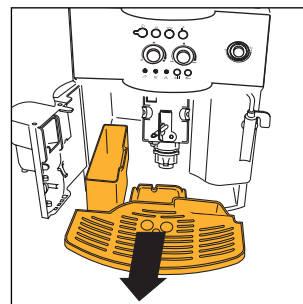

Fig. 16
BEMÆRK 7: maskinen tæller det antal kopper kaffe, der bliver brygget. Kontrollampen 📊 tændes efter hver 14. enkelt kop kaffe (eller 7. dobbelt kop kaffe), for at vise at kaffegrumsbeholderen er fuld og skal tømmes og renses. Så længe rensning af kaffegrumsbeholderen ikke foretages, bliver kontrollampen ved med at være tændt, og maskinen kan ikke brygge kaffe. For at kunne foretage rengøringen skal lågen på bagsiden åbnes ved at trække i vandudløbsrøret (fig. 15); kontrollampen 🔦 tændes og blinker (jvf. par. 12 punkt 9); træk dråbeopsamlingsbakken ud (fig. 16) tøm den og rens den. Udtøm og rens kaffegrumsbeholderen omhyggeligt idet du sørger for at fjerne alle eventuelle aflejringer på bunden. Tør også eventuelle kondensdråber op, der har lagret sig inden i maskinen, under dråbeopsamlingsbakken. **VIGTIGT:** når man trækker dråbeopsamlingsbakken ud **SKAL** man altid tømme kaffegrumsbeholderen, selv om den ikke er fyldt helt op. Hvis denne operation ikke foretages, kan det ske at kaffegrumsbeholderen under de følgende brygninger fyldes for meget op og maskinen derfor tilstoppes af grums.
- træk dråbeopsamlingsbakken og kaffegrumsbeholderen ud (fig. 16) og vask dem;